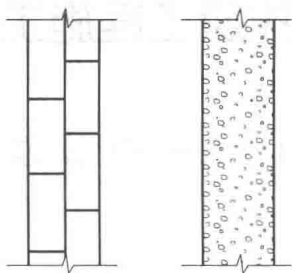

图 1.3 砖石、混凝土等基面清理
(3) 抹灰基面清理。
①砖石、混凝土等基面清理(图 1.3)。砖石及混凝土等基面的灰尘、污垢以及油渍等需清理干净,并洒水润湿。